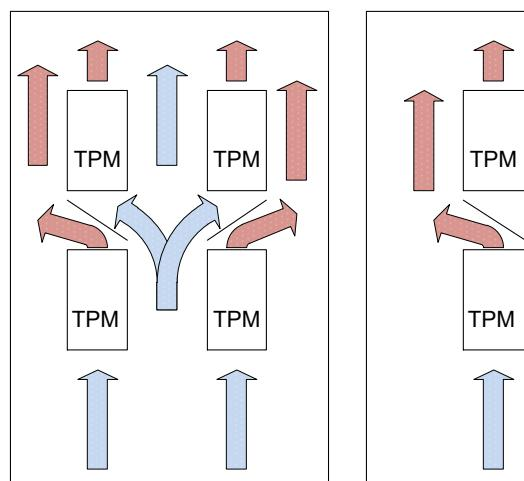

Рис. 10
* При температуре выше + 35 °C требуется запас по току, см. рис. 10
- При установке регуляторов друг над другом между ними должно быть не менее 15 см свободного пространства и дополнительно установлен дефлектор для отвода горячего воздуха (см. рис. 10).